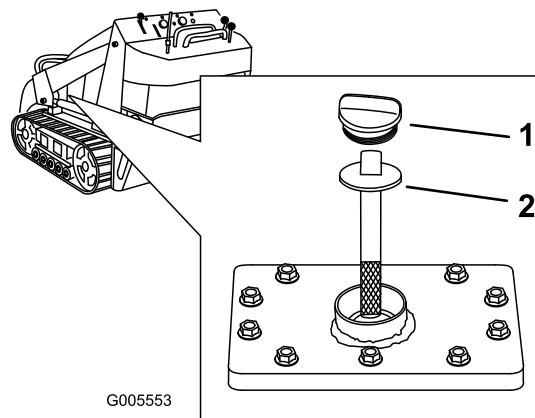

Figure 16
5. Nettoyez la surface autour du goulot de remplissage du réservoir hydraulique (Figure 16).
6. Enlevez le bouchon du goulot de remplissage et vérifiez le niveau de liquide sur la jauge (Figure 16).